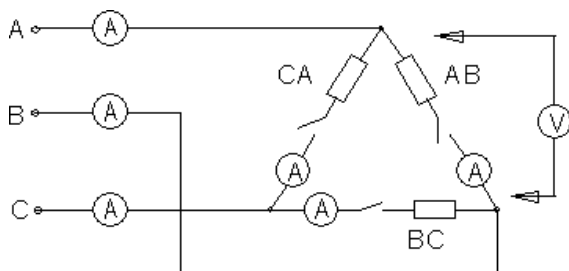

Рисунок 2
1. Собрать электрическую цепь по схеме (рисунок 2).